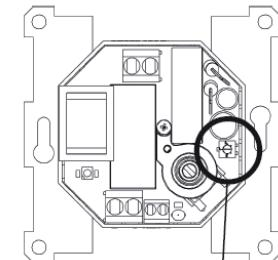

Fig. 5A
Termostaten regulerer rom temperaturen ved hjelp av en innebygd føler. Denne funksjonen passer best for tregul. Den eksterne gulvfelelen fungerer som temperaturbegrenser. Innstilling etter fig 5a tilsvarer ca 25°C for tregul.
- положение микропереключателя показано на Рис. 5a. Термостат регулирует комнатную температуру с помощью встроенного датчика. Выносной датчик является ограничителем температуры - примерно 27 °C соответствует деревянным полам.
A. Room and floor thermostat – The thermostat regulates the room temperature by means of the built-in sensor. We recommend this setting for wood floors. The external floor sensor operates as a temperature limiter. The setting as shown in Fig 5a